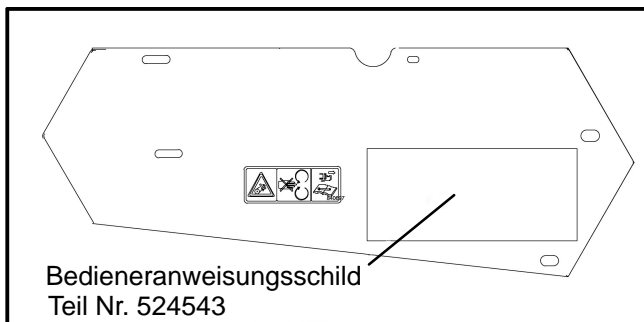

ABBILDUNG 16
25. Wenn das Bremsband nicht eingestellt werden kann, muß der Motor neu positioniert werden. Die Schlitz an der Motorplatte müssen 5,5 mm bis 6,3 mm (7/32 bis 1/4 Zoll) betragen. Siehe Abbildung 16.